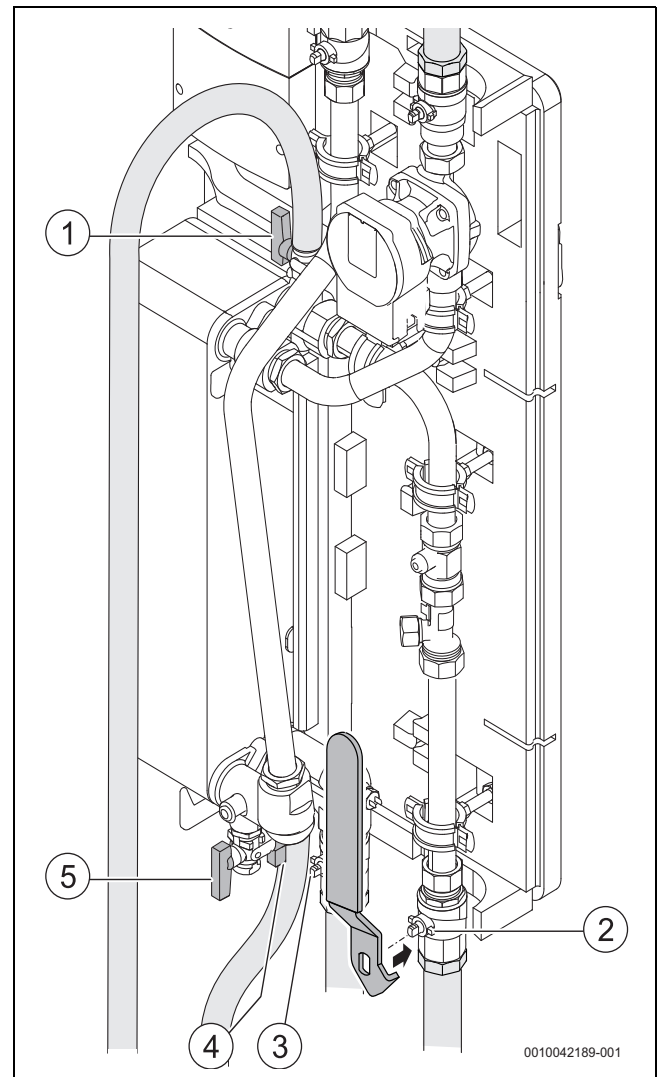

Bild 66 Wartung Frischwasserstation
- ▶ Um den Wärmetauscher zu entleeren: Füll- und Entleerhähne und öffnen (→ Bild 66 [4, 5], Seite 29).